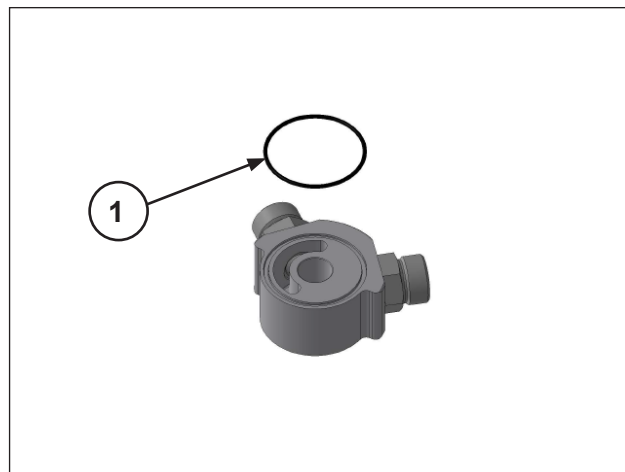

Fig. 129
Introducir la junta tórica en el alojamiento del adaptador intercambiador aire-aceite (pos. ①, Fig. 129) y comprobar que esté colocada en la posición correcta.